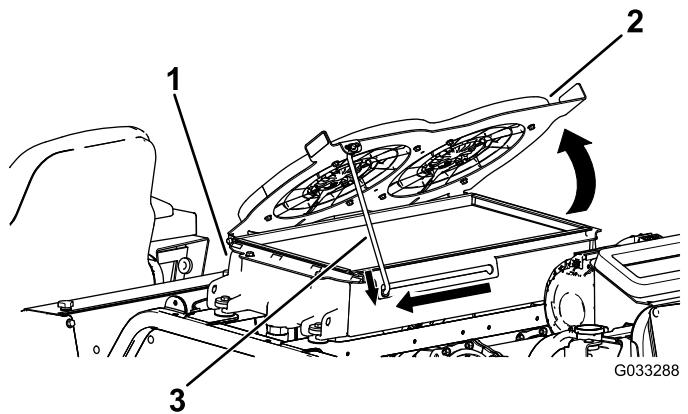

**Bild 118**
- Drehen Sie die Kühlventilatoren des Motors nach vorne und arretieren Sie die Stützstange in der Kerbe (Bild 118).